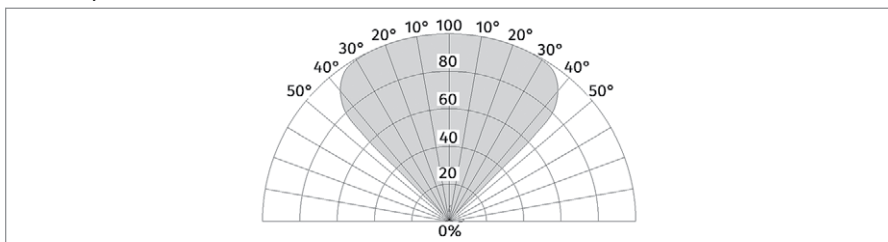

Рисунок 80. Диаграмма чувствительности извещателя (в % указана чувствительность в зависимости от ТП5 и ТП6 в метрах)
- Расположение и нацеливание извещателя должно быть произведено с учетом чувствительности и угла обзора извещателя на наиболее вероятный источник возгорания. На Рисунок 80 представлена диаграмма чувствительности извещателя.